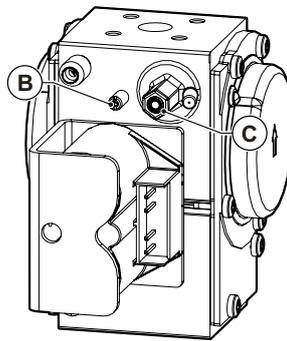
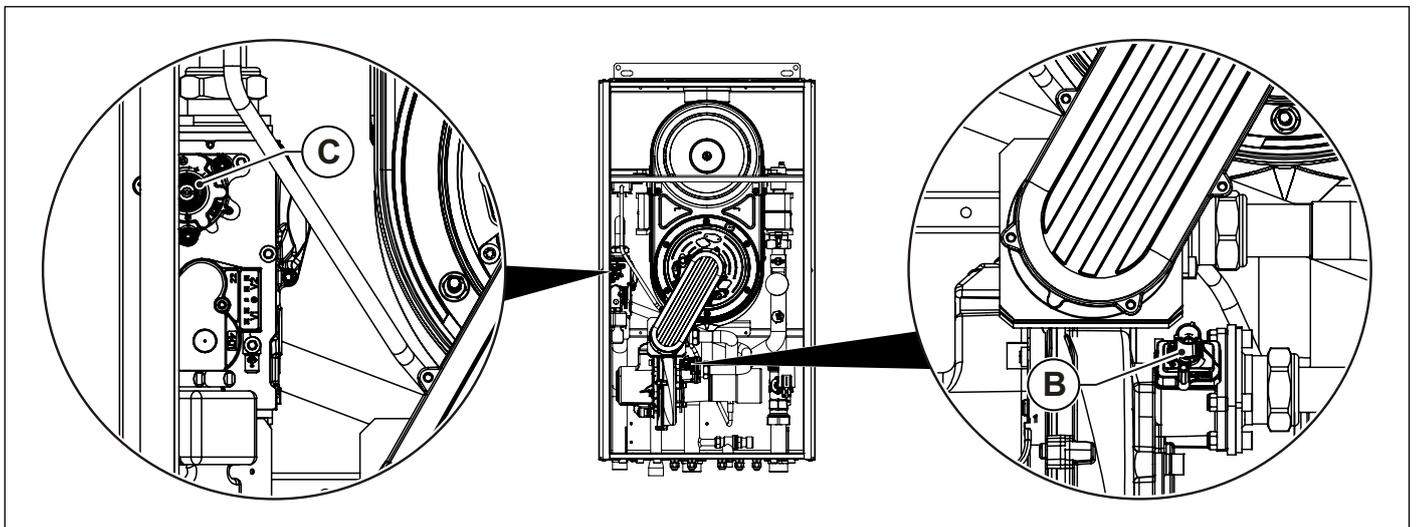

Рис. 47 Регулировка уровни содержания углекислого газа KR 85 - KR 99 - KR 120
Рис. 48 Регулировка уровни содержания углекислого газа KR 150
- Отрегулировать уровень содержания углекислого газа (CO2) в дымовых газах с помощью соответствующего регулятора **B** (смотри Рис. 47 Регулировка уровни содержания углекислого газа KR 85 - KR 99 - KR 120 и Рис. 48 Регулировка уровни содержания углекислого газа KR 150) и удостовериться, что его величина находится в пределах, указанных в Табл. 1 Тарировочные данные KR 85 и Табл. 3 Тарировочные данные KR 120 и Табл. 4 Тарировочные данные KR 150.
- Отрегулировать уровень содержания углекислого газа (CO2) в дымовых газах, вращая регулятор «offset» **C** (смотри Рис. 47 Регулировка уровни содержания углекислого газа KR 85 - KR 99 - KR 120 и Рис. 48 Регулировка уровни содержания углекислого газа KR 150) и удостовериться, что его величина находится в пределах, указанных в Табл. 1 Тарировочные данные KR 85 и Табл. 3 Тарировочные данные KR 120 и Табл. 4 Тарировочные данные KR 150.